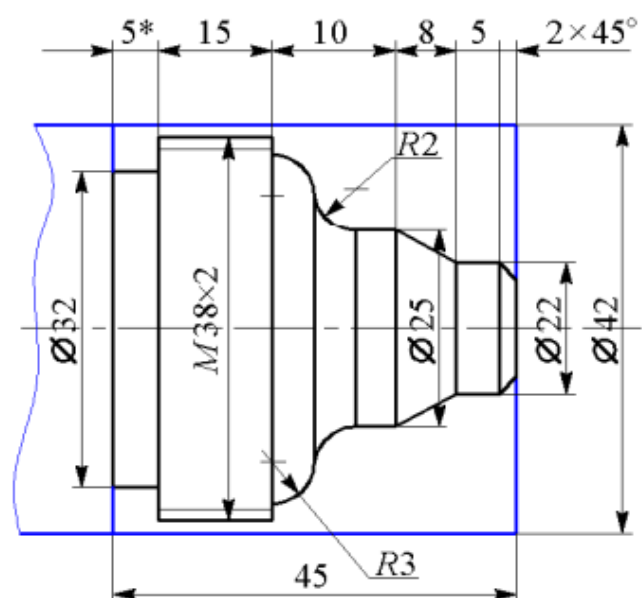
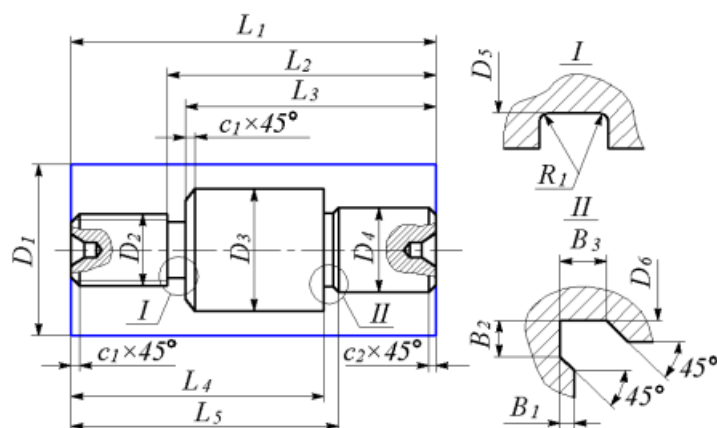

Рис. 4.6. Эскиз обрабатываемой детали для подгруппы 1
Рис. 4.8. Эскиз обрабатываемой детали для вариантов 1, 6, 11, 16, 21
1. Изучить методические указания к лабораторной работе. 2. Пройти собеседование с преподавателем и получить задание для выполнения работы. 3. Составить текст управляющей программы для обработки заданной детали (рис. 4.6 и 4.7). 4. Включить комплекс станок с ЧПУ. 5. Вывести рабочий орган в фиксированную точку станка и определить положение нуля детали относительно нуля станка. 6. Произвести настройку необходимых режущих инструментов относительно нулевого инструмента. 7. Ввести с пульта текст подготовленной управляющей программы. 8. Заблокировать оси и осуществить отладку управляющей программы. Произвести проверку правильности траектории инструментов с помощью графической видеостраницы. 9. Выполнить обработку по управляющей программе. 10. Выключить комплекс станок с ЧПУ и произвести уборку стружки. 11. Выполнить индивидуальный вариант задания в соответствии с эскизами деталей, показанными на рис. 4.8–4.12, и их размерами, приведенными в табл. 4.1–4.5. 12. Оформить и защитить отчет.